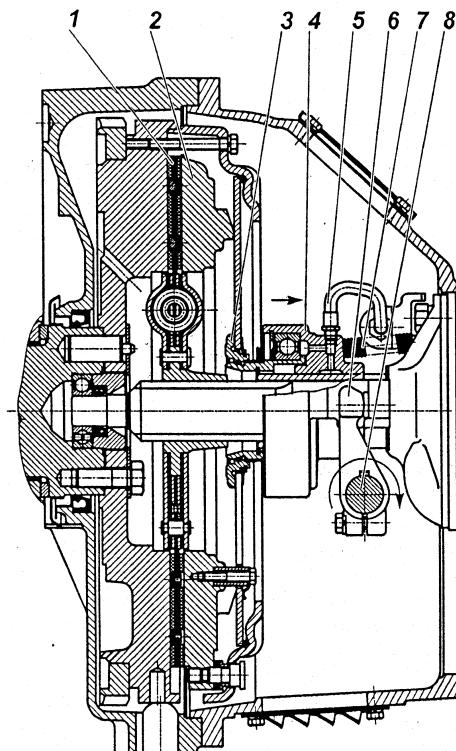
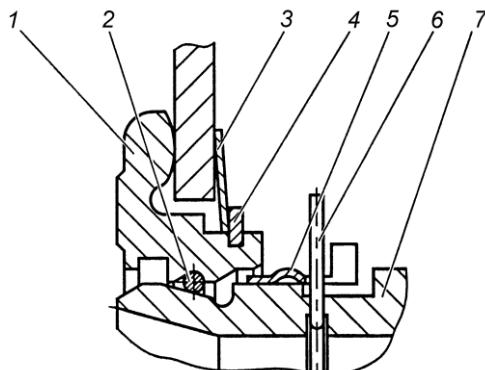

Рис.3. Сцепление моделей ЯМЗ-181, ЯМЗ-182:
Рис.5. Запорное устройство:
Диафрагменное сцепление моделей ЯМЗ-181 и ЯМЗ-182 (рис. 3) состоит из ведущих и ведомых частей, а также деталей механизма выключения сцепления, устанавливаемых на коробку передач. Ведущая часть сцепления – нажимной диск 2 с кожухом устанавливается на маховик двигателя и крепится болтами М10 (12 шт.) на диаметре 450 мм. Центрирование осуществляется по цилиндрической проточке диаметром 475 мм на маховике и кожухе сцепления. Нажимной диск соединен с кожухом при помощи 4-х пакетов пластин, обеспечивающих центрирование, осевое перемещение и передачу крутящего момента от кожуха к нажимному диску. Для исключения проворота диафрагменной пружины относительно кожуха и нажимного диска на последнем установлено 6 пар втулок со специальными скобами. Применение этих скоб позволяет сохранять постоянный контакт нажимного диска с пружиной и обеспечивать отход первого при выключении сцепления.
Механизм выключения сцепления состоит из муфты 4 (рис. 3) с подшипником, вилки 6 и валика 8. Муфта соединена через упорное кольцо 3 с диафрагменной пружиной с помощью запорного устройства.
Оттяжная пружина 7 (рис. 3) исключает проворот и осевые перемещения втулки 7 (рис. 5) относительно упорного кольца 1 (рис. 5). По мере износа фрикционных накладок муфта выключения сцепления 4 (рис. 3) перемещается вместе с пружиной в сторону маховика, при этом конструкция привода выключения сцепления автомобиля или другого транспортного средства обеспечивает поворот вилки 6 (рис. 3) по часовой стрелке после выбора зазора между лапками вилки и муфтой за счет периодической регулировки привода или постепенный поворот за счет конструкции гидропривода.
Конструкция запорного устройства показана на рис.5. Она включает в себя упорное кольцо 1, втулку 7 подшипника муфты с фасонной канавкой, пружинное кольцо 2 круглого сечения, а также замковое кольцо 5.
Выключение сцепления обеспечивается поворотом вала по часовой стрелке. Допустимое направление перемещения муфты и поворота вала для выключения сцепления показано на рис. 3 стрелками. Перемещение муфты и поворот вала в обратном направлении не допустимо.
5. С помощью специальной оправки сцентрировать кольцо 3 (рис. 3) относительно оси коленчатого вала двигателя.
2. Убедиться, что муфта выключения сцепления введена до упора в крышку подшипника первичного вала коробки передач пружиной 7 (рис. 3).